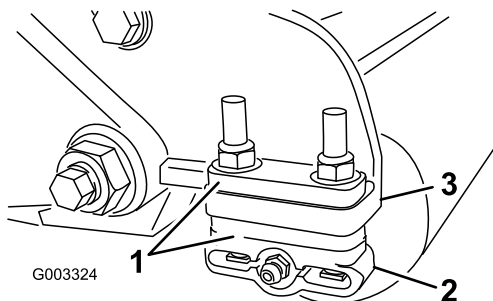

Рисунок 14
1. Отрегулируйте кронштейны заднего валика (Рисунок 14) на необходимый диапазон высоты скашивания путем установки необходимого количества проставок под монтажный фланец боковой пластины (Рисунок 14) в соответствии с таблицей высоты скашивания.